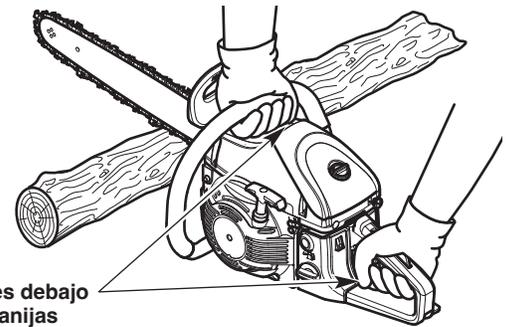

Fig. 6
- Rodee firmemente las manijas con los pulgares y dedos de la mano (Fig. 6). Esto reducirá la posibilidad de perder el control de la unidad en caso de que se produzca un retroceso. Cualquier sujeción con los pulgares y dedos de la mano en el mismo lado de las manijas es peligroso (Fig. 7).